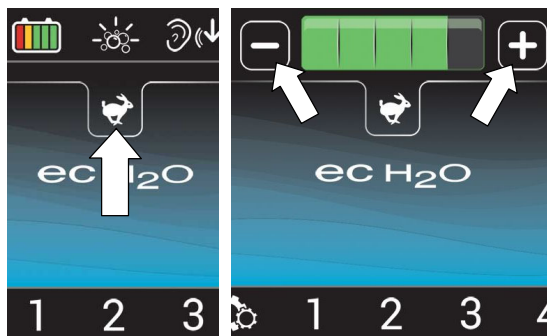

ABB. 52
- Drücken Sie auf das Symbol Maximale Schrubbgeschwindigkeit, um die Tabelle Maximale Geschwindigkeit anzuzeigen (Abbildung 52). Drücken Sie auf das Symbol (+), um die maximale Schrubbgeschwindigkeit zu erhöhen. Drücken Sie auf das Symbol (-), um die maximale Schrubbgeschwindigkeit zu verringern. Nur im Vorgesetzten- Modus zugänglich.